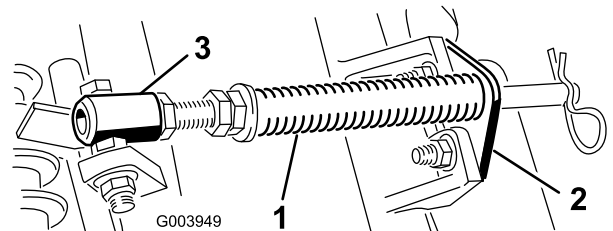

Figure 10
A. Retirez les 2 boulons de carrosserie et les écrous qui fixent le support de tige aux pattes de l'unité de coupe (Figure 10).
B. Retirez l'écrou à embase qui fixe le boulon du tube de ressort à la patte du bâti porteur (Figure 10).